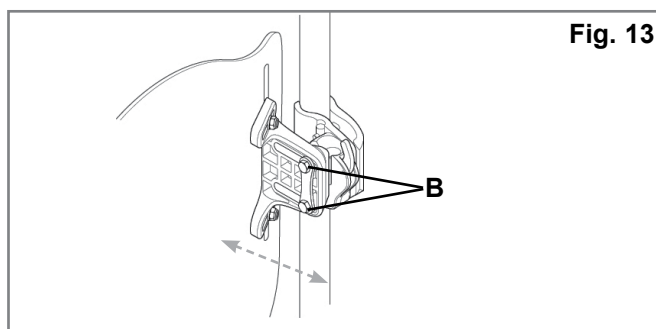

Fig. 13
- Para ajustar la profundidad y el ángulo del respaldo J3, afloje las tuercas izquierda y derecha (Fig. 13-B) de las ranuras del soporte.
- Ajuste la altura y/o el ángulo y fíjelos con firmeza. La torsión de ajuste recomendada es de entre 100 y 110 pulg.-lbs. (11.3 - 12.4 Nm). Compruebe que ninguna de las tuercas de ajuste de profundidad (Fig. 13-B) se deslicen o roten.